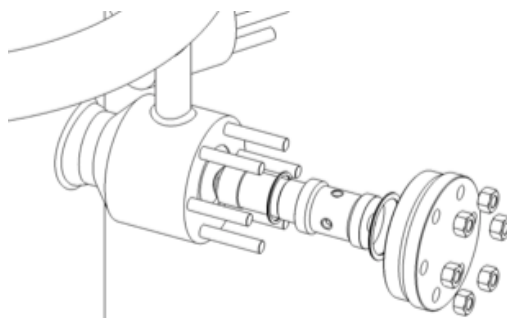

Рисунок 9 - Корпус форсунки
1. Снимите гайки фланца форсунки с корпуса форсунки (Рисунок 9).